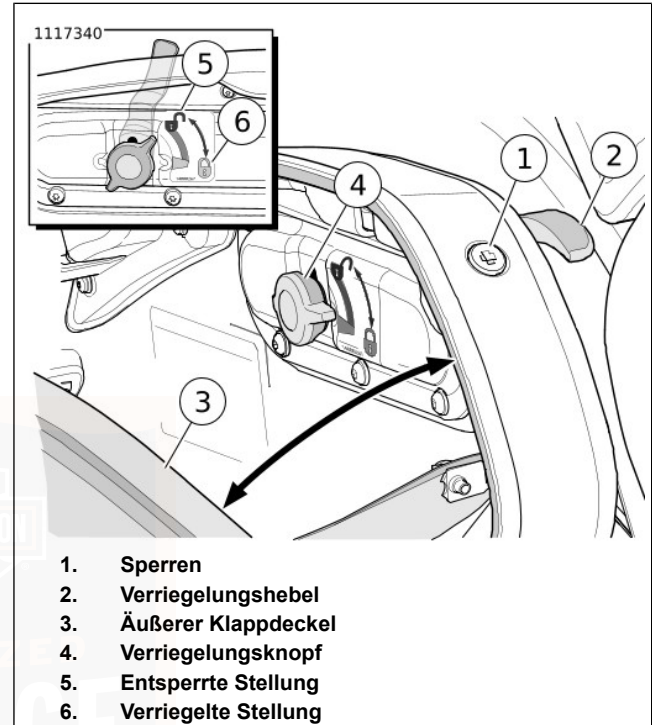
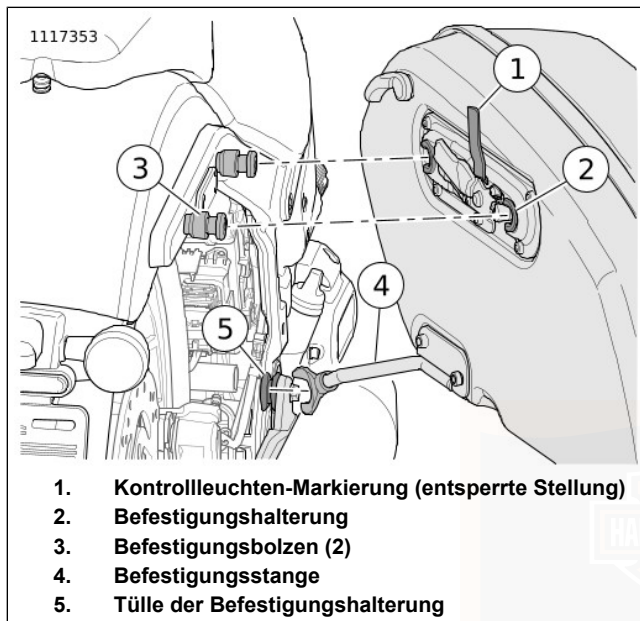
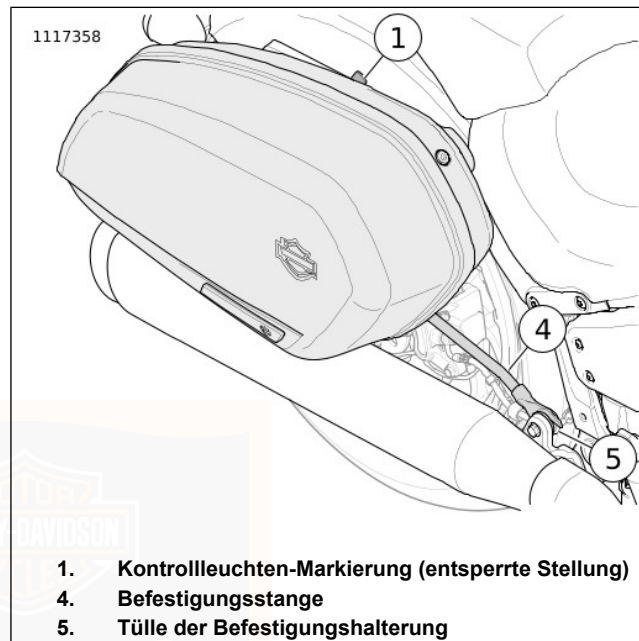

Abbildung 40. Satteltaschen-Verschlussknopf
Abbildung 41. Satteltaschen-Befestigungshalterung
Abbildung 42. Die Befestigungsstange der Satteltasche
1. Siehe Abbildung 40. Satteltasche entriegeln.
- a. Den Schlüssel in das Schloss (1) stecken und um eine Viertelumdrehung gegen den Uhrzeigersinn drehen.
2. Verriegelungshebel (2) anheben.
3. Die Satteltasche durch Ziehen des äußeren Klappdeckels (3) vom inneren Klappdeckel öffnen.
1. Siehe Abbildung 40. Die Satteltasche schließen.
- a. Schließen Sie den Klappdeckel, indem Sie den äußeren Klappdeckel (3) anheben.
- b. Bei zugeklapptem Satteltaschendeckel den Hebel (2) absenken.
- a. Den Schlüssel in das Schloss (1) stecken und um eine Viertelumdrehung im Uhrzeigersinn drehen.
1. Siehe Abbildung 40. Öffnen Sie den äußeren Klappdeckel (3) der Satteltasche.
2. Den Verriegelungsstift (4) nach außen ziehen und in die entriegelte Stellung (5) drehen.
3. Den äußeren Klappdeckel der Satteltasche schließen und den Hebel (2) absenken.
4. Siehe Abbildung 42. Die Satteltasche nach hinten drücken, um die Befestigungsstange der Satteltasche (4) aus der Tülle der Befestigungshalterung (5) zu lösen.
3. Siehe Abbildung 41 und Abbildung 42. Die Satteltaschen-Befestigungshalterung (2) auf die Befestigungsbolzen (3) setzen und dabei die Satteltaschen- Befestigungsstange (4) an der Tülle der Befestigungshalterung (5). Die Satteltasche komplett nach vorne schieben.